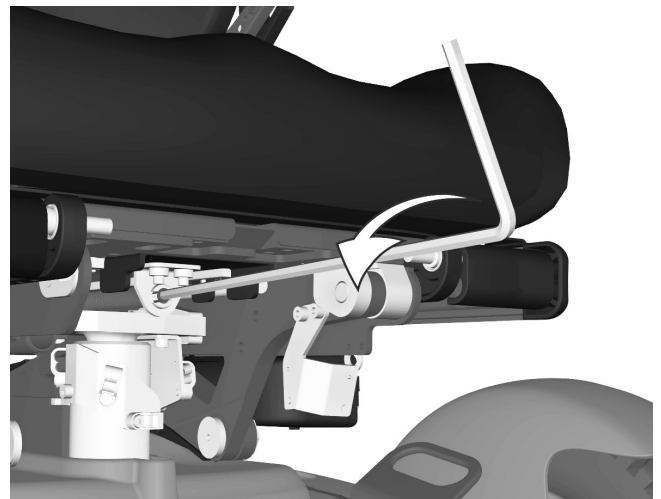

Abbildung 68. Mit dem Inbusschlüssel von der Rückenlehne den Winkel der Sitzhöhenverstellung einstellen.
1. Mit dem Inbusschlüssel von der Rückenlehne durch Drehen der Achse den Winkel der Sitzhöhenverstellung einstellen. Siehe Abbildung. 68.